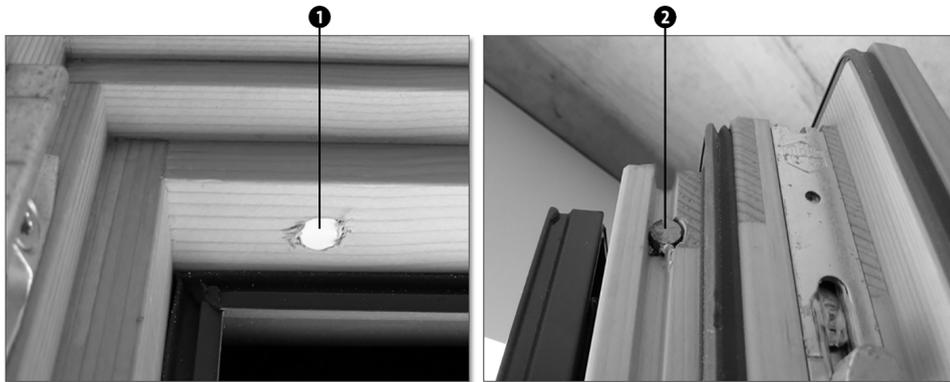

Abbildung 29.2 Reed-Schalter in Fensterrahmen und Flügel montiert
Eingebaut in ein Holz-Alu-Fenster (Abbildung 29.2), sehen Sie von dem Magneten im Flügel ② fast nichts mehr, genauso wenig wie vom Reed-Schalter, der im Fensterrahmen montiert ist ①.